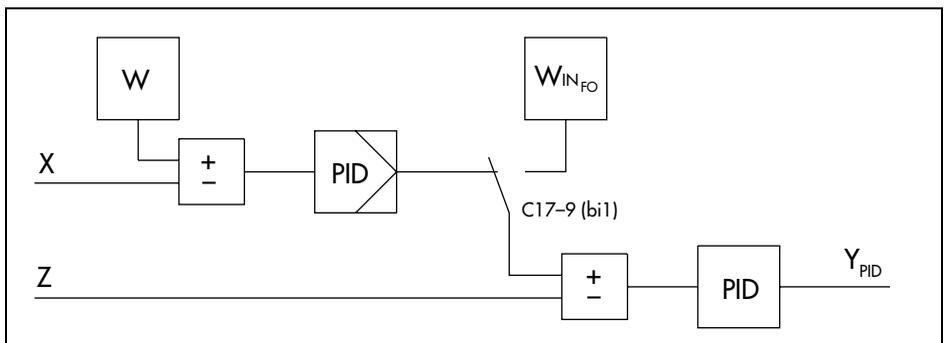

Bild 20 · Umschaltung auf Folgereglerbetrieb durch Binäreingang 1
Bei angewählter **Kaskadenregelung** (KA1 mit C1-10 bzw. KA2 mit C1-11) wird die Prozessregelstation beim Öffnen des Binäreinganges auf den Folgereglerbetrieb umgeschaltet, d. h. die Kaskade wird geöffnet (s. Bild 20). In der Anzeige werden die Daten des Folgereglers angezeigt. Die Taste (B) wird blockiert. Nach dem Schließen des Binäreinganges ist die Kaskade wieder geschlossen und in der Anzeige werden die Daten des Führungsreglers dargestellt.